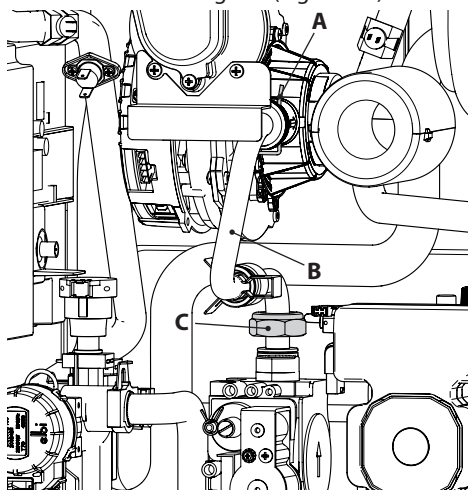

Figura 8.1
- Togliere la forcina **A**, svitare il girello **C** ed estrarre il tubo del gas **B** (Figura 8.1).
**!** Attenzione per rimontare eseguire le operazioni effettuate in senso inverso, stando attenti a non rovinare la guarnizione OR del tubo gas quando si inserisce il tubo nel mixer aria/gas ed eseguire la prova di tenuta gas dopo aver stretto il girello del tubo gas (Figura 8.1).